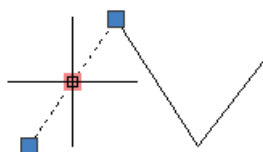

Рис. 49. Выбор объекта кликом курсора
- ♦ выберем (выделим) отрезок ломаной линии, для этого кликнем *курсором* по отрезку (рис. 49).